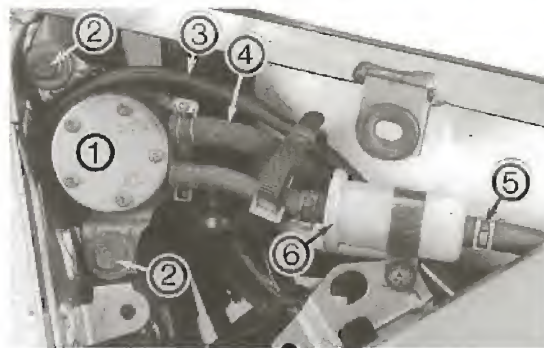

Bild 8
- Kraftstoffschlauch ⑤ Bild 8 vom Filter abnehmen.
Wenn die brave FZ 750 plötzlich unsauber am Gas hängt oder bei höheren Drehzahlen aussetzt, kann das am zugesetzten Kraftstoff-Filter ⑥ Bild 8 liegen. Im Tankinneren abgeplatzte Lackpartikelchen oder Verunreinigungen im Sprit sammeln sich im feinen Geflecht. Im Regelfall Filter ⑥ Bild 8 alle 30 000 km wechseln; bei ungünstigen Kraftstoffverhältnissen alle 15 000 km wechseln.
- Beim Einbau auf richtige Einbaurichtung achten (Bild 8).